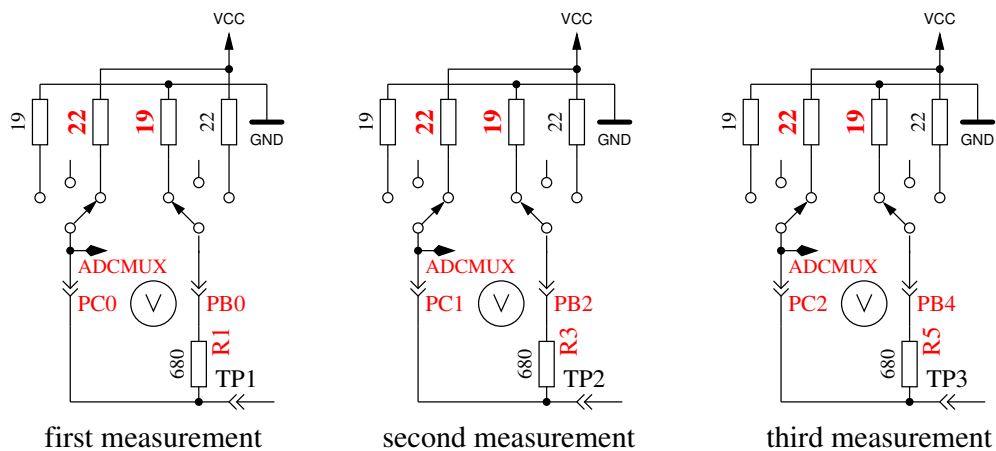

Abbildung 5.53: Messung des Innenwiderstandes des auf VCC geschalteten Port-C-Ausgängen.
9. **Messung des Innenwiderstandes von auf VCC geschalteten Port-Ausgängen.** Der benötigte Strom wird von auf GND geschalteten 680Ω-Widerständen geliefert. Es ist die gleiche Messung wie die in Test 8 zur anderen Seite, wie in Abbildung 5.53 gezeigt wird. Der Innenwiderstand wird wie folgt berechnet: Um den Strom zu berechnen:  $(5001 - (\text{Ergebnis von Test 8}) - (\text{Ergebnis von Test 9})) / 680$ . Die Widerstandswerte ergeben sich, wenn die gemessene Spannung durch diesen Strom dividiert wird. Das Ergebnis für diesen Test wird dann in Zeile 1 mit dem Text „RI\_Hi=“ in Ω angezeigt, der Innenwiderstand zur GND-Seite wird in Zeile 2 mit dem Text „RI\_Lo=“ angezeigt. Diese Werte werden ab Software-Version 1.06k bei jeder Messung neu bestimmt und hier nur dargestellt.